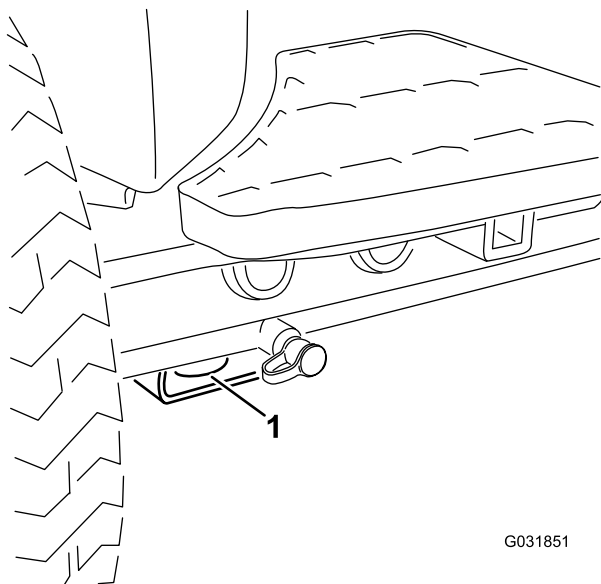
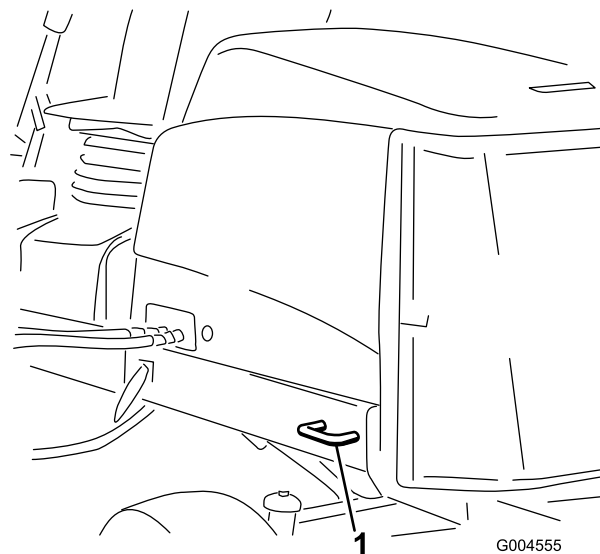

Figure 69
Figure 70
- Arrimez solidement la machine. Les sangles avant et arrière doivent être dirigées vers le bas et l'extérieur de la machine ; voir la Figure 69 et la Figure 70.
- Avant – trou du patin rectangulaire, sous le tube d'essieu, à l'intérieur de chaque roue avant (Figure 69)
- Arrière – chaque côté de la machine sur le cadre arrière (Figure 70)